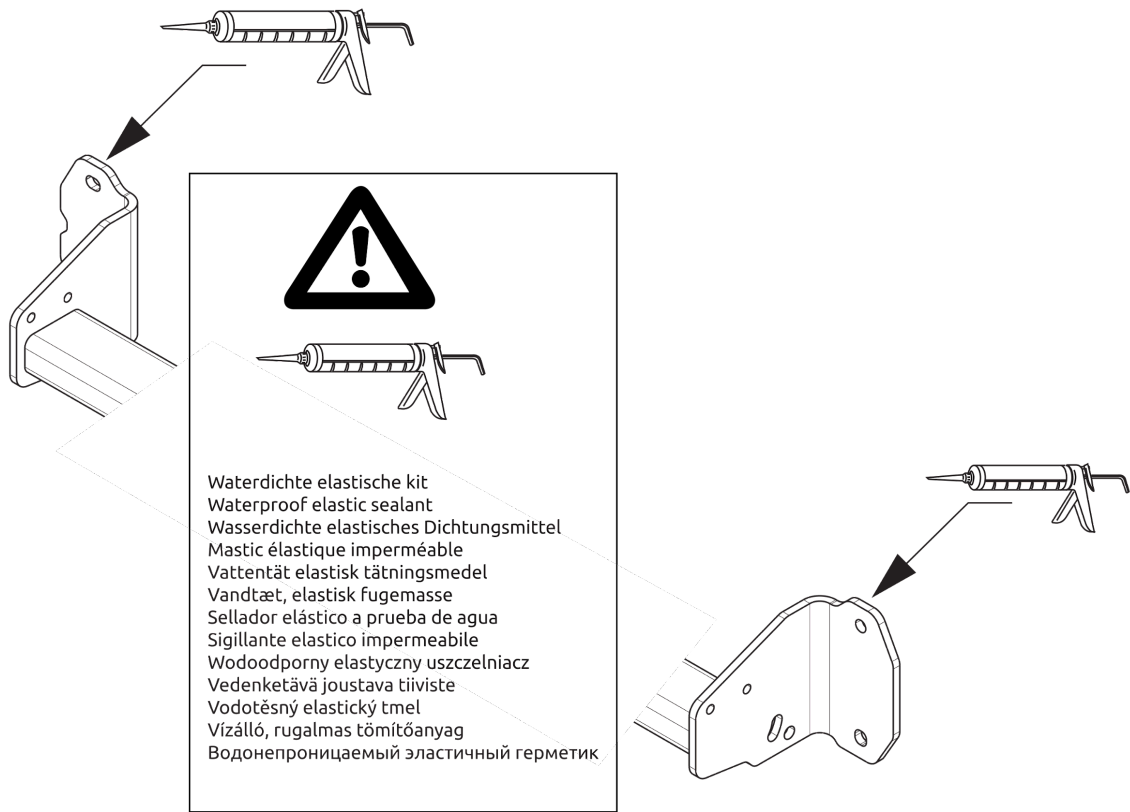

Fig. 2
4. Герметизировать обозначенные части (см. рис. 2)